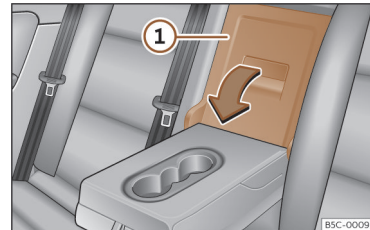

Fig. 190 En el respaldo del asiento trasero: apertura de la trampilla.
- Tire de la palanca de desbloqueo en el sentido de la flecha y abata completamente la tapa de la trampilla >>> **fig. 190** ① hacia delante.